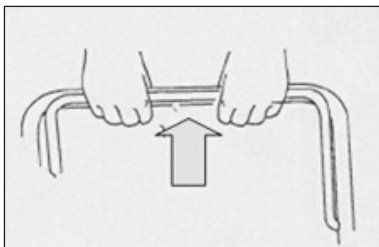

Fig. 2A
b) Ga achter het apparaat staan, pak de remhendel vast en houd de remhendel tegen de bovenste handgreep.(Fig 2A)